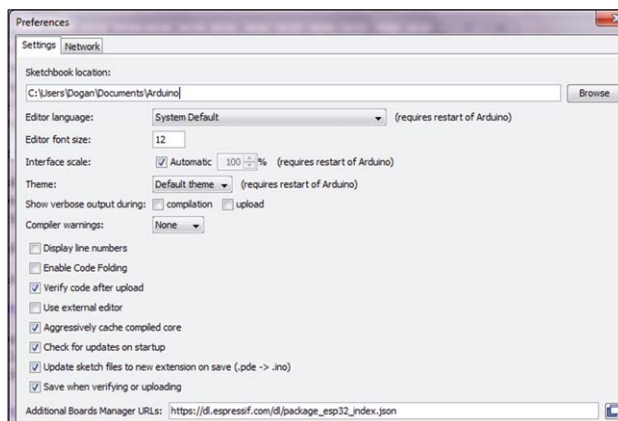

Figure 14.1 Fenêtre des préférences
- Ouvrez votre IDE Arduino et cliquez **Fichier -> Préférences** pour ouvrir la fenêtre Préférences. Localiser la zone de texte **Autres URL du gestionnaire de la commission** au bas de la fenêtre et saisir le texte suivant comme indiqué à la figure 14.1. Si la zone de texte contient une autre URL, ajouter la nouvelle URL après l'avoir séparée par une virgule :